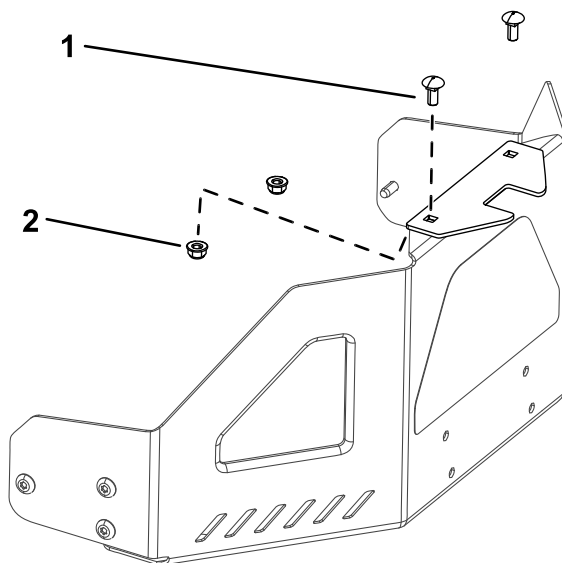

Figura 9
1. Montirajte podupirač za stabilizaciju na štitnik motora pomoću 2 zavrtnja sa poluokruglom kapom (5/16 × 3/4") i 2 kontranavrtke (5/16") (Figura 9).